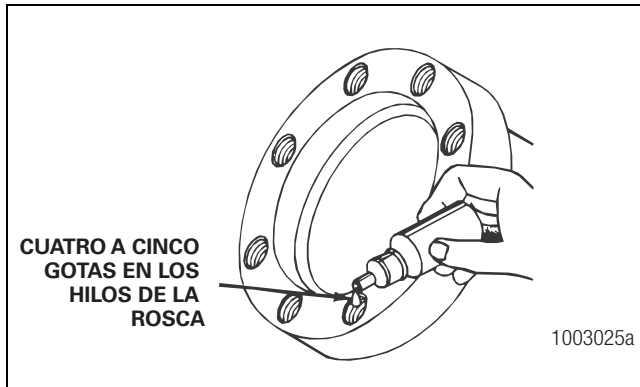

Figura 4.9
2. Aplique cuatro o cinco gotas de adhesivo líquido Meritor 2297-C-7049, Loctite® 638 ó 680 o equivalente dentro de cada orificio o perforación con rosca. No aplique adhesivo directamente a los hilos del sujetador. Figura 4.9.